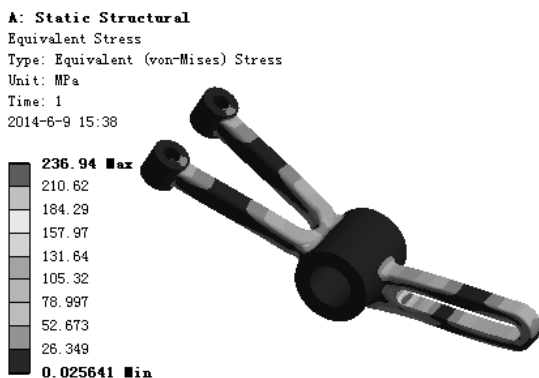

图 7.7.8 应力结果图解
(1) 求解分析。在顶部工具栏中单击 **Solve** 按钮求解分析。
(2) 查看应力结果图解。在“Outline”窗口中选中 **Equivalent Stress**,查看图 7.7.8 所示的应力结果,其最小应力为 0.025641MPa,其最大应力为 236.94MPa。因为最大应力小于之前假设的最大应力值,所以零件强度在该工况下能安全工作。